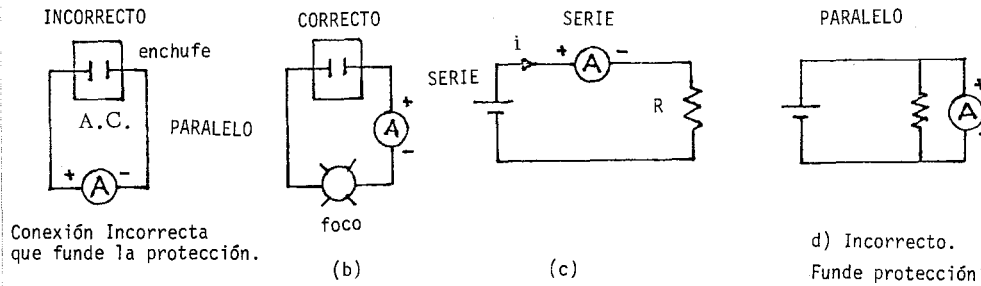

FIGURA 8
2.4 Forma de conexión.- Si tenemos presente que para que exista corriente, se necesita un circuito cerrado. NO PODEMOS medir la corriente en un enchufe o en una pila; a menos que tengan conectado un foco, una resistencia u otro elemento. Esto se indica en la figura 8.a. y 8.b. En este caso se pueden intercambiar las terminales.
En la figura 8.c se presenta el diagrama para medir la corriente en un resistor. Aquí no se pueden intercambiar las terminales, pues la aguja gira al revés. Mediante una conexión momentánea de una de las terminales, podemos determinar la polaridad adecuada.